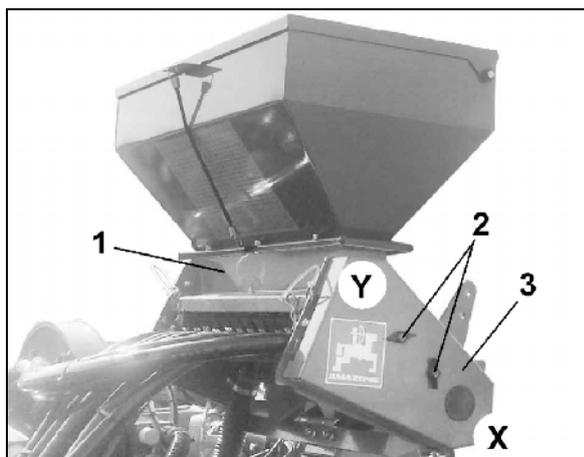

Fig. 19
1. Soltar las tuercas de mariposa en el cubrecadena (Fig. 19/2).
2. Retirar el cubrecadena (Fig. 19/3).